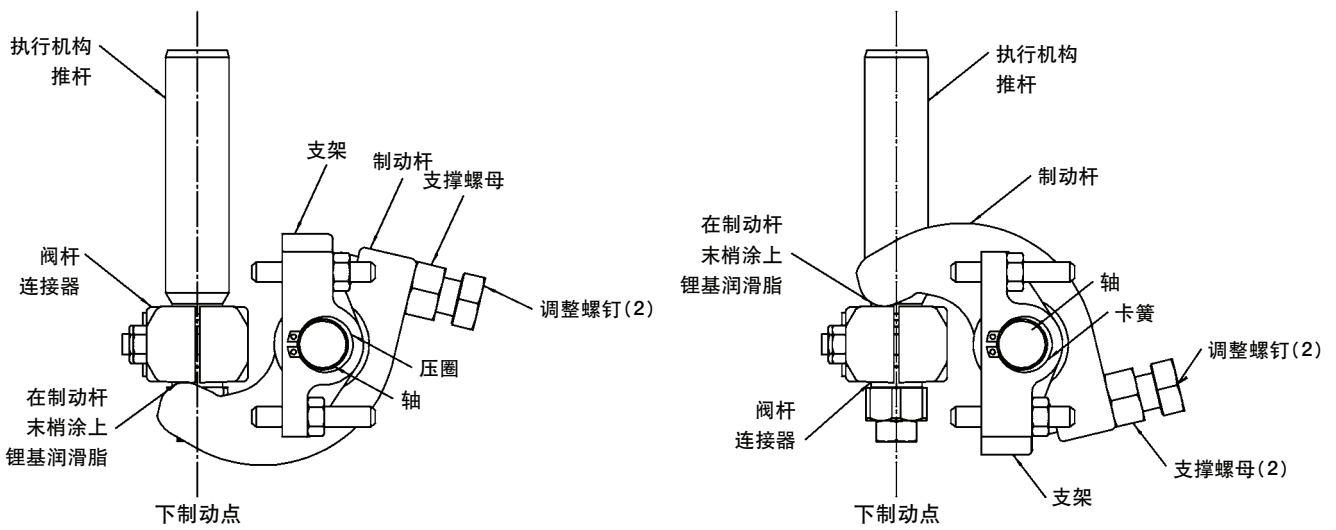

图 25. GX 行程制动器定位
1. 注意制动杆在阀杆连接器下方的定位，如图 25 所示。安装前预先调整行程制动器，使得制动杆可以伸入阀杆连接器下方。
3. 为制动杆末梢（与阀杆连接器接触的部分）和两个调整螺钉涂上锂基润滑脂，如图 25 所示。
1. 注意制动杆在阀杆连接器上方的定位，如图 25 所示。安装前预先调整行程制动器，使得制动杆可以伸入阀杆连接器上方。